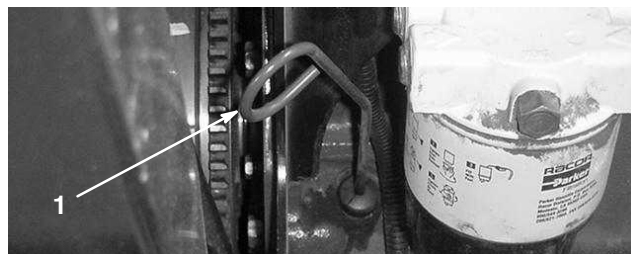

Figure 10
2. Retirez la jauge (Fig. 10) et essuyez-la sur un chiffon propre. Remettez la jauge dans le tube en vérifiant qu'elle est enfoncée au maximum. Sortez de nouveau la jauge et vérifiez le niveau d'huile. Si le niveau est bas, faites l'appoint pour amener le niveau au repère du plein (FULL) sur la jauge.